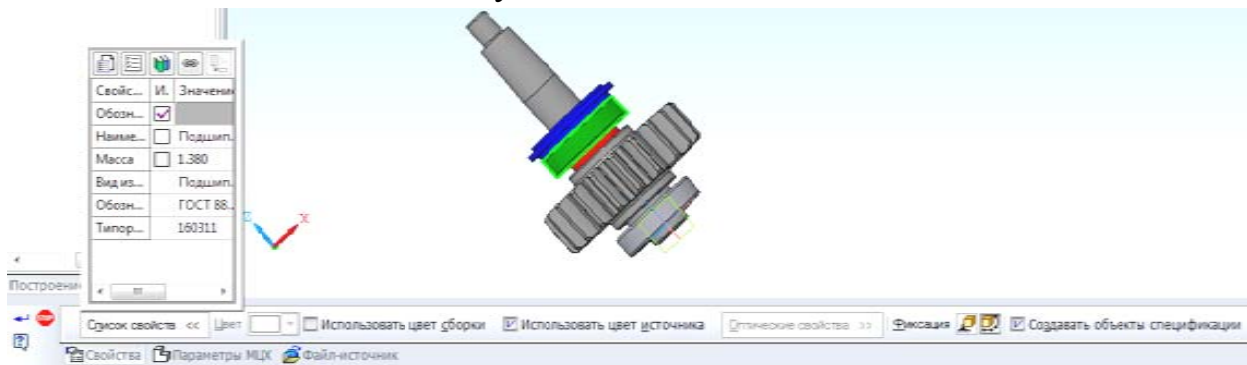

Рисунок 4.3 – Создание спецификации на сборку
- 23) Проверьте на Панели свойств, что опция *Создавать объект спецификации* включена (рисунок 4.3). Нажмите кнопку **Создать**.